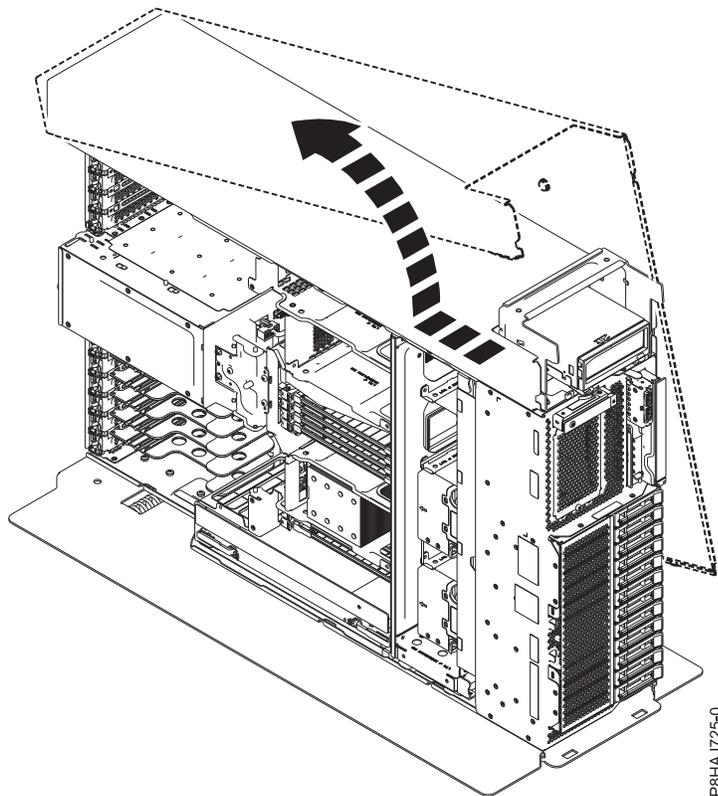

Abbildung 32. Ausbauen der Seitenabdeckung bei einem Standalone-System vom Typ 8286-41A
5. Schieben Sie die Seitenabdeckung in der in Abb. 32 dargestellten Richtung vom System.